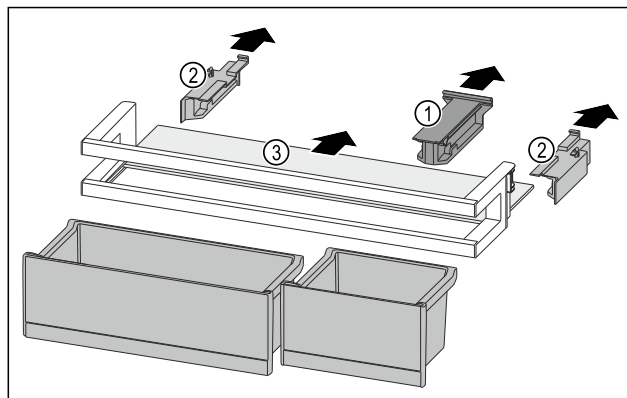

Fig. 241
- ▶ Desprindeți piesa de susținere Fig. 241 (1).
- ▶ Desprindeți piesele laterale Fig. 241 (2).
- ▶ Extrageți raftul Fig. 241 (3).